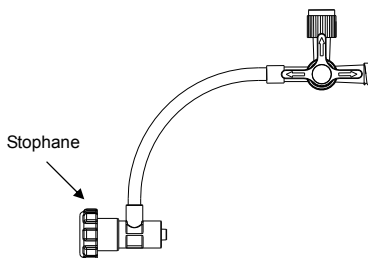

Fig.5 Hæmostatisk ventil
- 3) Hæmostatisk ventil (Fig. 5)